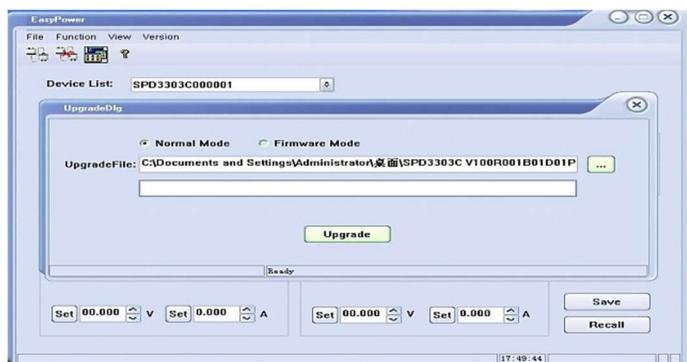

図 4
4. 図 4 に示すように、「アップグレード」をクリックしてアップグレードを開始します。アップグレードが完了すると、機器は直ちにアップグレードされたソフトウェアを実行します。